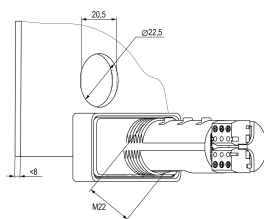

Рисунок 2 – Установочные размеры прибора
- Подготовить в щите круглое отверстие диаметром 22,5 мм (см. *рисунок 2*).